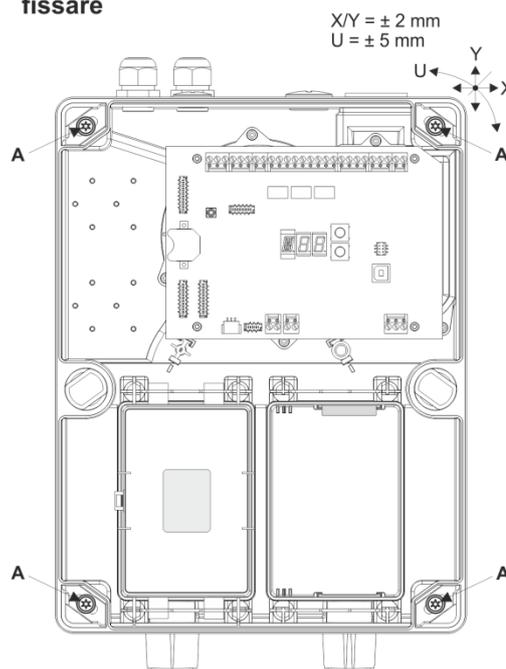

Fig. 15 Apertura, chiusura e fissaggio della cassetta rivelatore
- Per azionare le **chiusure girevoli a scatto**, queste vanno **premete con forza** verso il fondo del contenitore, usando il cacciavite, e poi **ruotate** di 90°. La posizione dell'asola della chiusura ne indica lo stato (ved. anche **Fig. 15**):